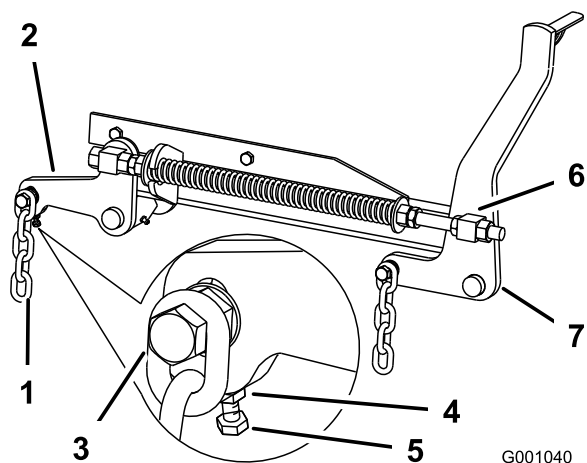

Figure 76
7. Si la distance mesurée au point **B** ou **C** n'est pas correcte, desserrez le boulon de fixation de la chaîne arrière au bras de support arrière (Figure 76).
8. Desserrez l'écrou de blocage sous le bras de support arrière et agissez sur le boulon de réglage de manière à obtenir une distance de 79 à 83 mm (Figure 76).
- Desserrez d'environ 13 mm les écrous de blocage à l'avant des pivots avant gauche et droit (Figure 76).
- Réglez les écrous de relevage sur les côtés gauche et droit de la machine de manière à abaisser l'avant de 6 à 10 mm au point **A** par rapport au point **B** à l'arrière (Figure 76).